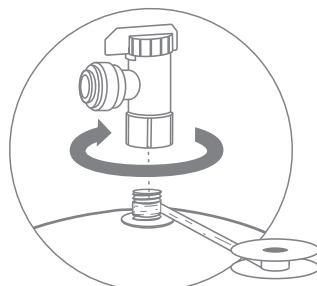

Рис. 24
4. Уплотните фум-лентой резьбовой штуцер накопительного бака, плотно накрутите вентиль на резьбовой штуцер (рис. 24). Данный вентиль с цанговым подключением трубки.